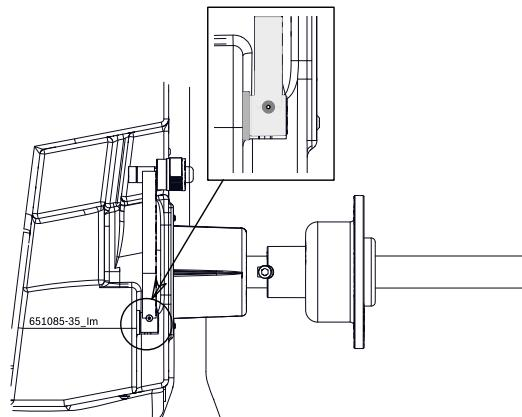

Fig. 55:
- !** Под положением покоя понимают позицию, в которой измерительный рычаг полностью прилегает к рукоятке (см. рис. 55).